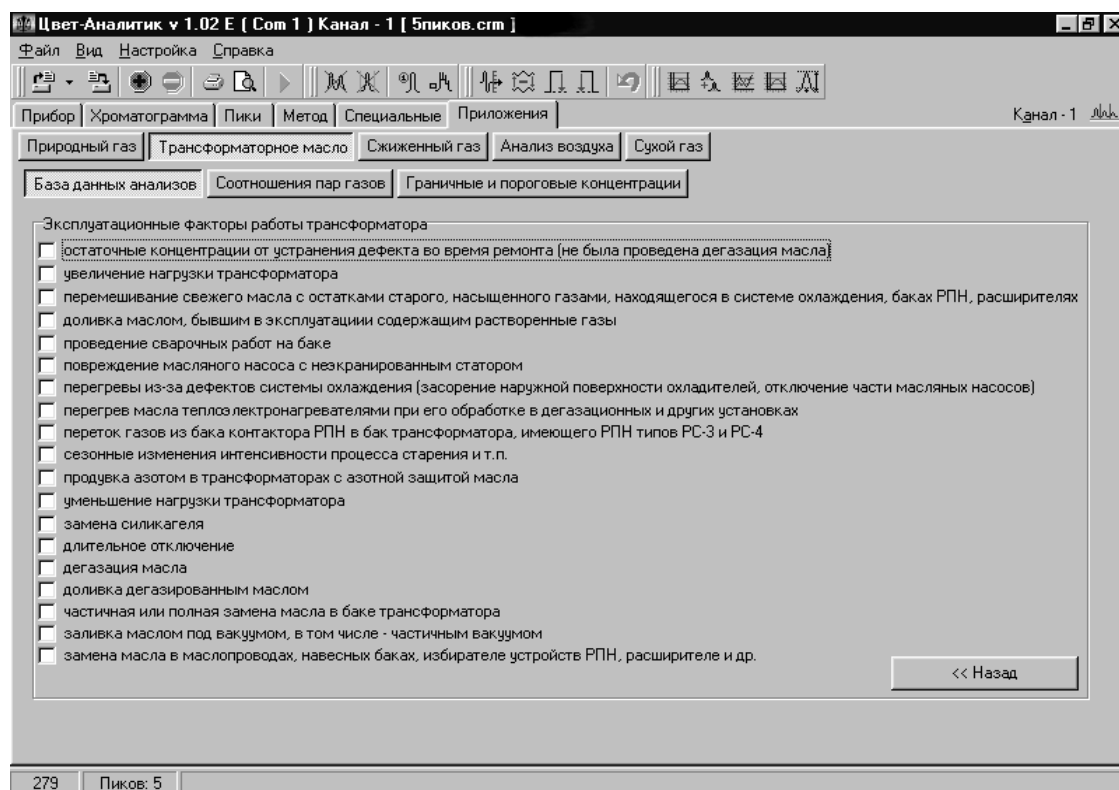

Рис. 7. Эксплуатационные факторы.
6. При необходимости отметить дополнительные эксплуатационные факторы на соответствующей странице, нажав кнопку *Эксплуатационные факторы* (Рис. 7).